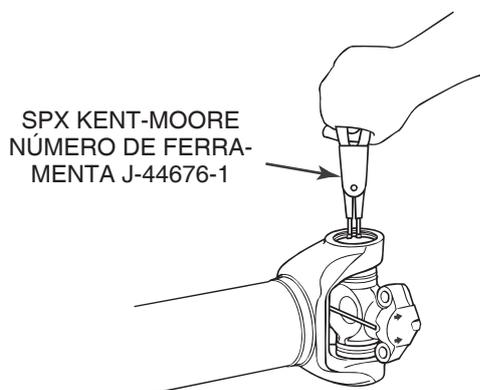

Figura 4.4
1. Use um alicate para anel elástico (SPX Kent-Moore número de ferramenta J-44676-1) para remover os anéis elásticos. Figura 4.4